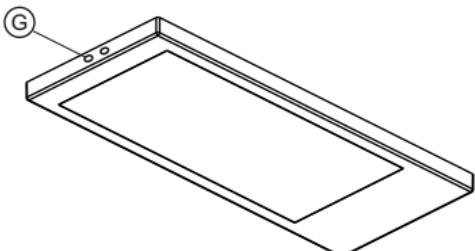

Fig 6
- **IR:** (fig.6) (IR SENSOR)
- Connect the feeder plug (E) to an AC outlet 230V 50/60Hz. **K-PAD IR** must be installed at a pre-set distance as indicated in the table (T1)
- To increase the **K-PAD IR** distance of intervention, it is possible to apply on the door in correspondence of the sensors, the reflective sticker (I) provided in the package.
- **IR:** (Abb.6) (IR SENSOR)
- den Stecker (E) des Konverters an einer Wechselstrom-Steckdose anschließen 230V 50/60Hz.
- **K-PAD IR** (Abb.6) muss und auf einen festgelegten Abstand gemäß Tabelle (T1) montiert werden.
- Für die Montage von **K-PAD IR** (Abb.6) auf Fächern mit Türen, die weiß leuchtend, glänzend, spiegelnd oder polierte Oberflächen haben, können die Werte in der Tabelle (T1) variieren. Es wird daher empfohlen, vor der endgültigen Montage zu kontrollieren, ob das Produkt funktioniert.
- um die **K-PAD IR**-Distanz der Montagesituation zu verbessern, ist es möglich, auf der Innenseite gegenüber der Sensoren, den reflektierenden Aufkleber (I), siehe Verpackung, zu verwenden.
- **IR** (fig.6) (IR sensor)
- Raccorder la fiche (E) du câble d'alimentation du transformateur à une prise de courant alternatif 230V 50/60Hz.
- Pour augmenter la distance d'intervention del **K-PAD IR**, il est possible d'appliquer sur la porte en correspondance des capteurs, le sticker réfléchissants (I) fournis dans le paquet.